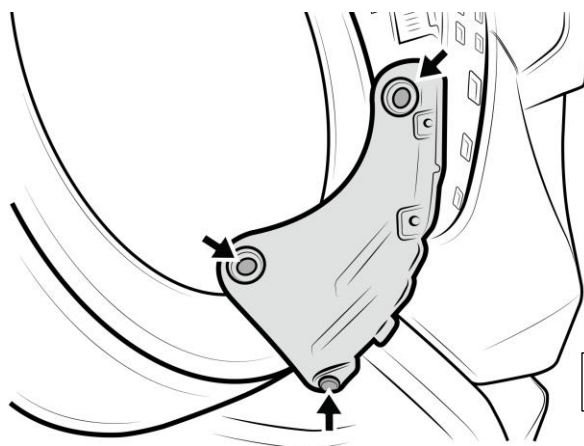

Fig. 17-1
- (a) Remettre en place 3 goupilles-poussoirs. (Fig. 17-1)